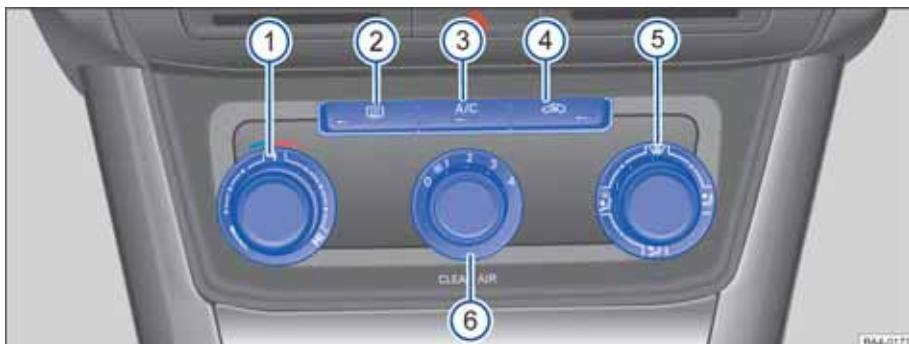

图 185 中控台上：电子手动空调的操作元件
- 按压按钮 ⇒ 图 185 ④，即可打开或关闭空气内循环模式。如果此按钮中的指示灯亮起，说明其处于打开状态。